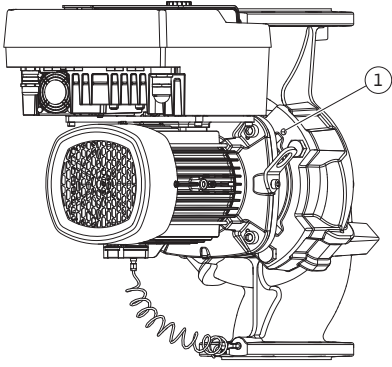
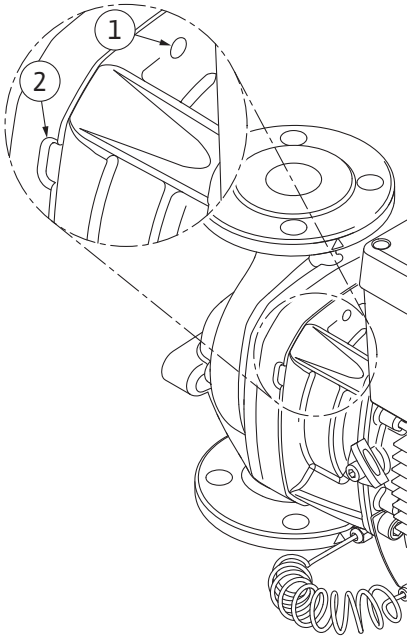

Fig. 98: Виштовхування вставного модуля через різьбові отвори
Fig. 99: Різьбові отвори та прорізи для виштовхування вставного модуля з корпусу насоса
12. Для типу насоса (Fig. III) послабити гвинти поз. 29. Використовувати два сусідні різьбові отвори (Fig. 98, поз. 1) та відповідні гвинти, надані на місці встановлення (наприклад, M10 × 25 мм). Виштовхнути вставний модуль із корпусу насоса. Для типу насоса (Fig. I та Fig. II) використовувати два різьбові отвори M10 (див. Fig. 99) та відповідні гвинти, надані на місці встановлення (наприклад, M10 × 20 мм). Для виштовхування також можна використовувати прорізи (Fig. 99, поз. 2).